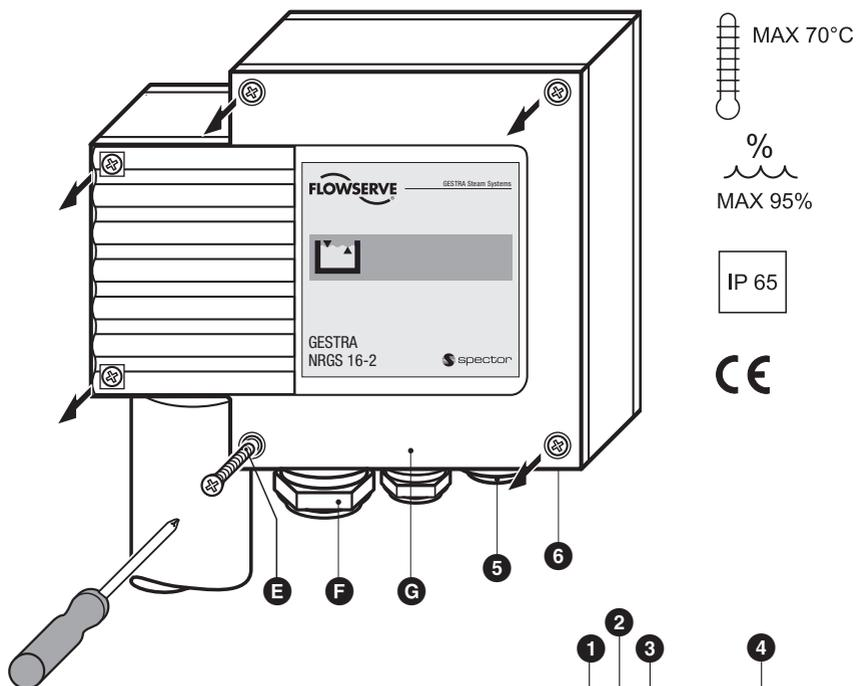

Fig. 4
1. Schrauben **E** lösen und herausschrauben, Gehäusedeckel **G** abnehmen. **Fig. 4**